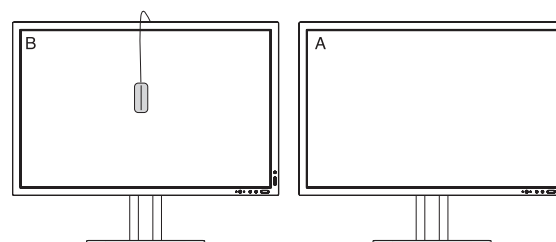

Abbildung C.2
7. Wenn Sie den Weißpunkt von Bildschirm B bestätigen möchten, entfernen Sie den USB-Farbsensor vom Quellmonitor A, und platzieren Sie ihn in der Bildschirmitte von Monitor B (**Abbildung C.2**). Um die Bestätigung des Weißpunkts von Bildschirm B zu überspringen, drücken Sie SELECT, und fahren Sie mit Schritt 9 für die FEINABSTIMMUNG fort.